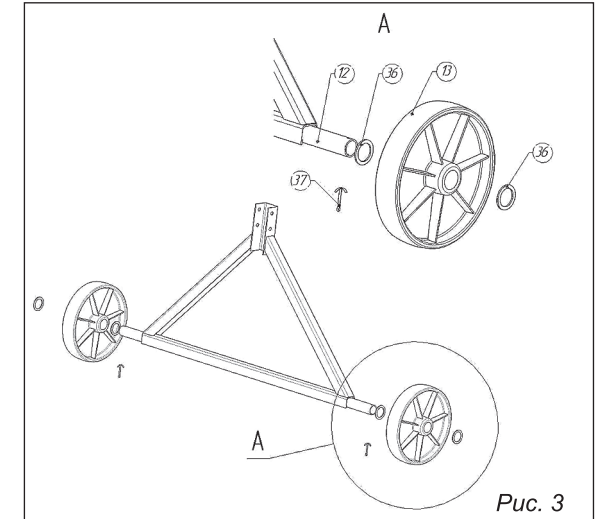

Рис. 3
6.1. Сборка колесной опоры (рис. 3)
- Произведите натяжение ремня **19** путем перемещения электродвигателя **21** по пазам плиты моторного блока. Удерживая электродвигатель **21**, затяните болты крепления **44** (см. рис. 3) к плите моторного блока **16**.